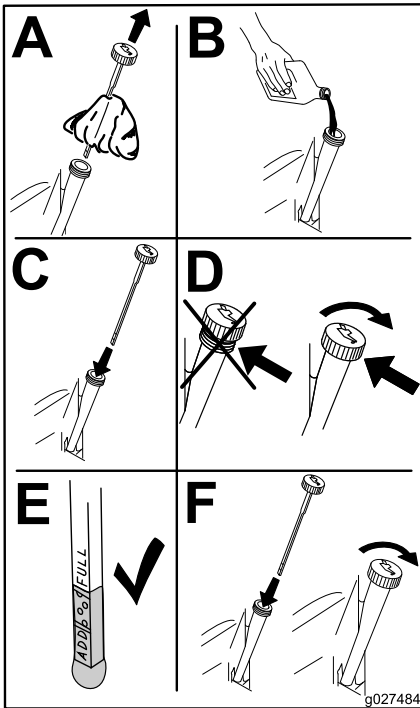

Figura 32
- Vierta lentamente un 80% aproximadamente del aceite especificado por el tubo de llenado, luego añada lentamente el resto del aceite hasta que llegue a la marca de **Lleno** (Figura 32).